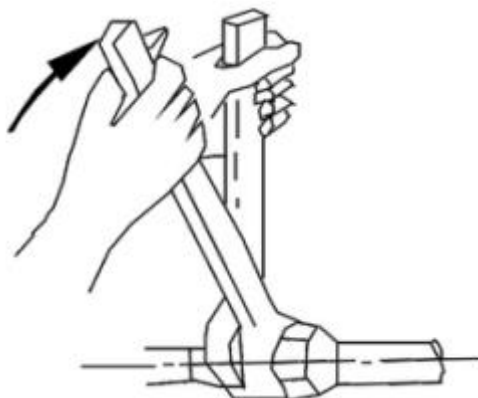

Рисунок 6
- Для перемещения комплектов используйте четыре или более мягких такелажных ремня (см. Рисунок 6).